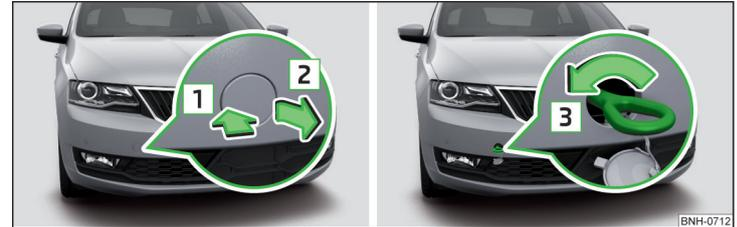

Fig. 247 Retirar la caperuza / instalar la argolla de remolque
- Para **retirar**, presionar la caperuza en el sentido de la flecha [1] y retirarla en el sentido de la flecha [2] » fig. 247.
- Para **instalar**, enroscar la argolla de remolque a mano en el sentido de la flecha [3] » fig. 247 hasta el tope » !1.